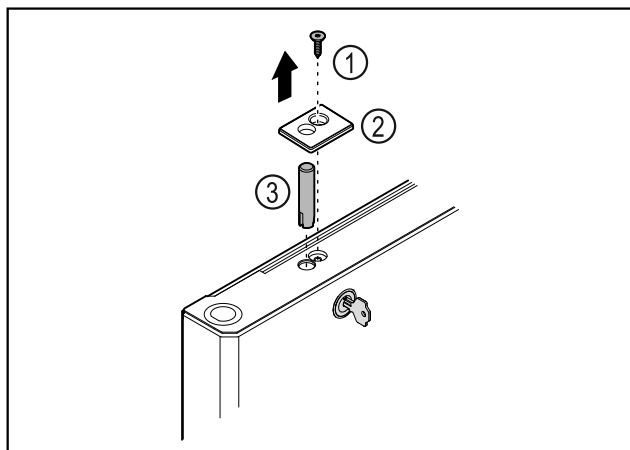

Fig. 43
- 移除螺栓 Fig. 43 (1)。
- 使用小型螺丝刀松开并取下盖板 Fig. 43 (2)。
- 拔出锁销 Fig. 43 (3)。